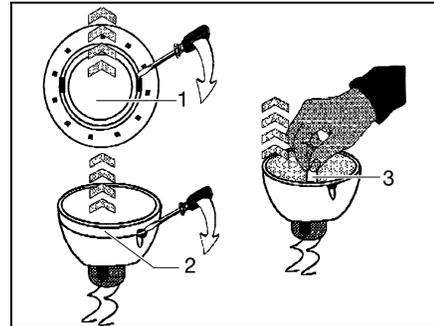

Bild 183 Halogenglühlampe wechseln
- Inneren Abdeckring (Bild 183,1) mit einem Schraubendreher vom Gehäuse lösen.
- Abdeckung mit der Glasscheibe (Bild 183,2) vom unteren Teil der Halogeneinbauleuchte mit einem Schraubendreher lösen.
- Halogenglühlampe (Bild 183,3) entfernen.